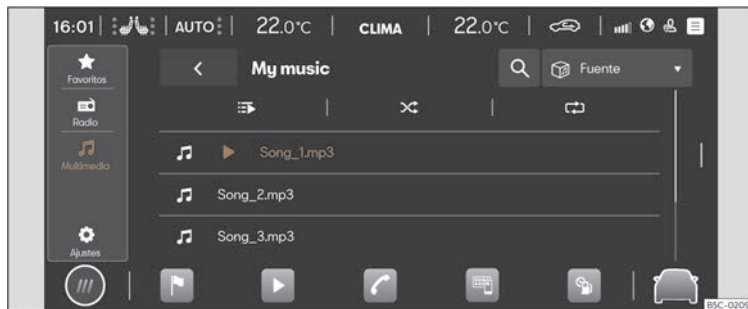

Fig. 171 Representación esquemática: Vista Multimedia.
- Prema **HOME** > ► > **MEDIA** >>> **fig. 171**.